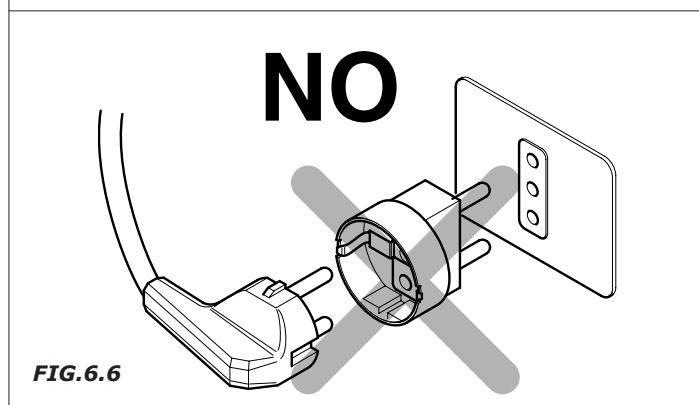

FIG.6.6
- E' vietato l'uso di prolunghe, adattatori e/o prese multiple (Fig.6.6).